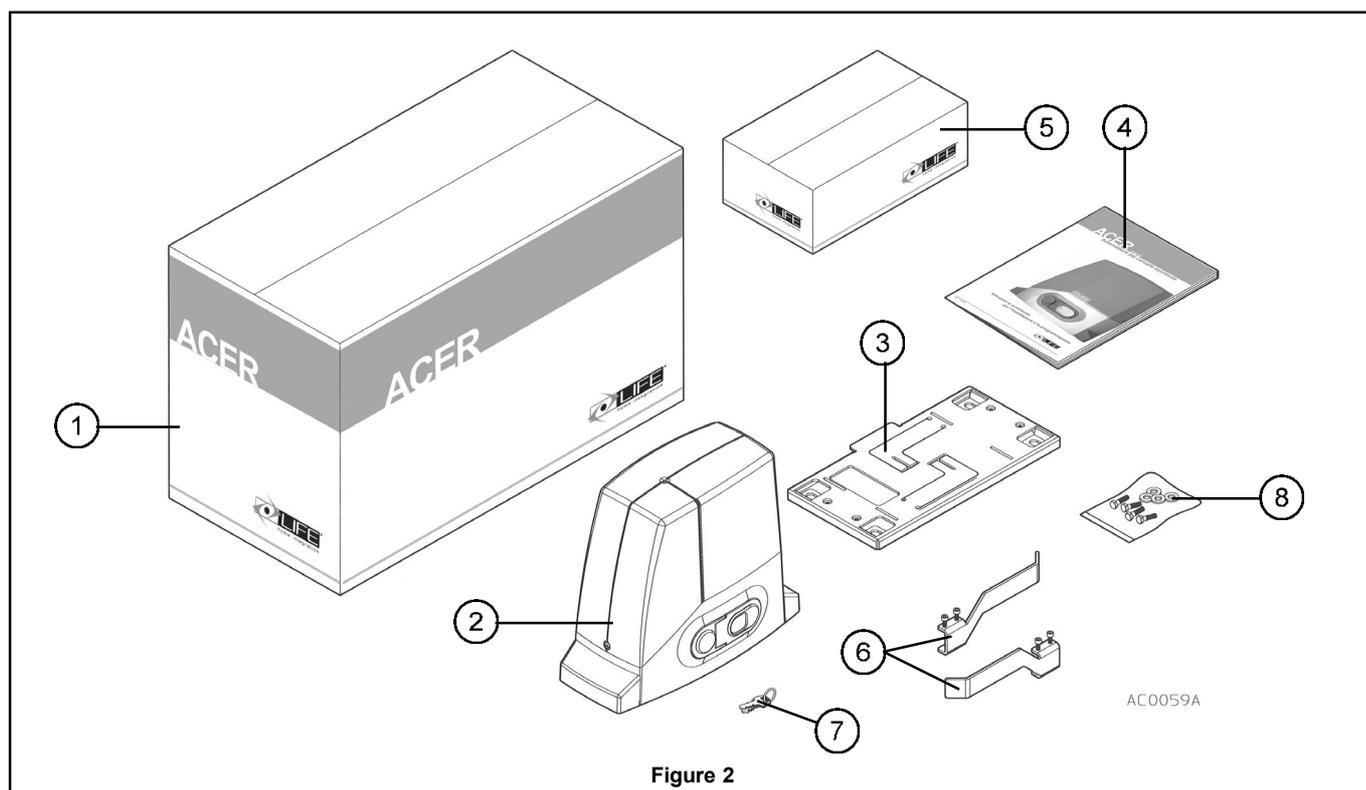

Figure 2
**Tab. 2: Description du boîtier du moto-réducteur ACER – fig. 2**